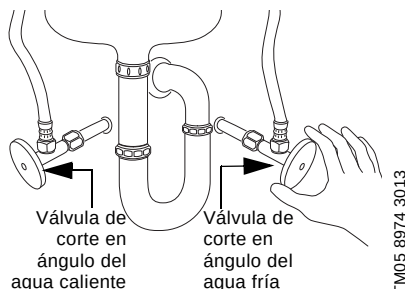

Fig. 3 Cierre de las válvulas de corte en ángulo del agua caliente y el agua fría ubicadas bajo el fregadero o lavabo antes de instalar la válvula de derivación
- Cierre las válvulas de corte en ángulo del agua caliente y el agua fría ubicadas bajo el fregadero o lavabo; consulte la fig. 3.